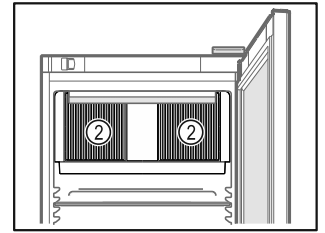

Fig. 48
- Тримати відкритою вентиляційну щілину Fig. 48 (2) вентилятора циркуляційного повітря у внутрішній камері.